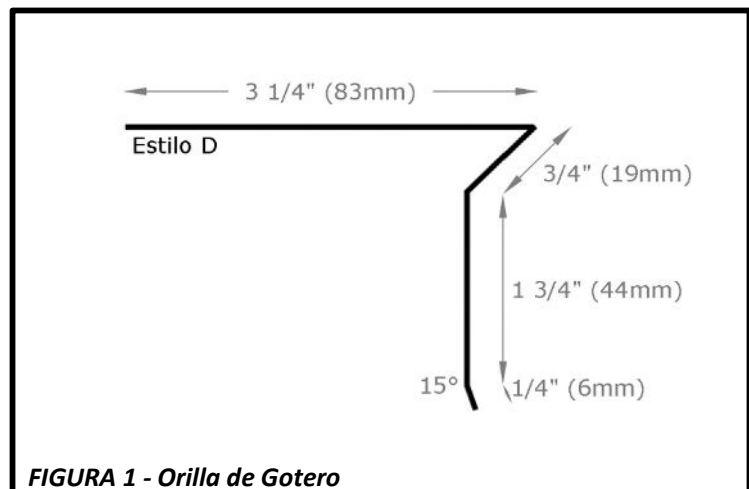

FIGURA 1 - Orilla de Gotero
- **ORILLA DE GOTERO** - En los aleros, FWAVE recomienda el uso de una contra gotera de **metal estilo "D"** hecha de materiales resistentes a la corrosión y que se extienda un mínimo de **2 pulgadas (51 mm)** hacia atrás desde la orilla del techo y se dobla hacia abajo sobre la fascia, como es visto en la **Figura 1**.